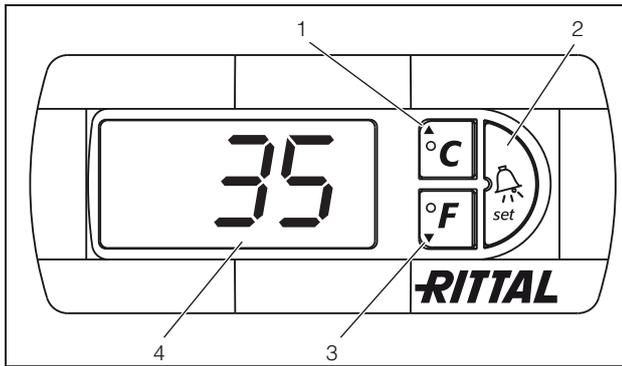

Imagen 21: Display y análisis del sistema del controlador e-Confort
El controlador e-Confort dispone de una indicación de 7 segmentos (imagen 21, nº 4). En esta se muestra, tras la conexión de la fuente de alimentación, durante aprox. 2 segundos la versión actual del software. En servicio normal la indicación muestra tanto
La programación del aparato se realiza a través de las teclas 1 – 3 (imagen 21). Los parámetros también aparecen en la indicación.
- Presione simultáneamente las teclas 1 y 2 (imagen 21) durante 5 segundos mín.
Con las teclas 1, 2 y 3 (imagen 21) puede modificar los parámetros dentro de los niveles preestablecidos (valor mín., valor máx.).
El modo Eco proporciona un ahorro de energía del intercambiador cuando la carga de calor en el armario es pequeña o no existe (por ej. en servicio standby, sin producción o fines de semana). Para ello se desconecta el ventilador del intercambiador, cuando la temperatura interior del armario se sitúa 10 K por debajo de la temperatura teórica ajustada. No obstante para poder continuar registrando la temperatura interior actual, el ventilador se conecta durante 30 segundos de forma cíclica cada 10 minutos (ver imagen 21). Cuando la temperatura interior alcanza la zona de 5 K por debajo del valor teórico ajustado, vuelve a conectar de nuevo el ventilador con servicio permanente. Si se desea es posible desactivar el modo Eco a través del display de mando. Para ello es necesario modificar, en el nivel de programación, el parámetro de 1 a 0 (ver tabla 7, página 18). El ventilador funcionará en servicio permanente.